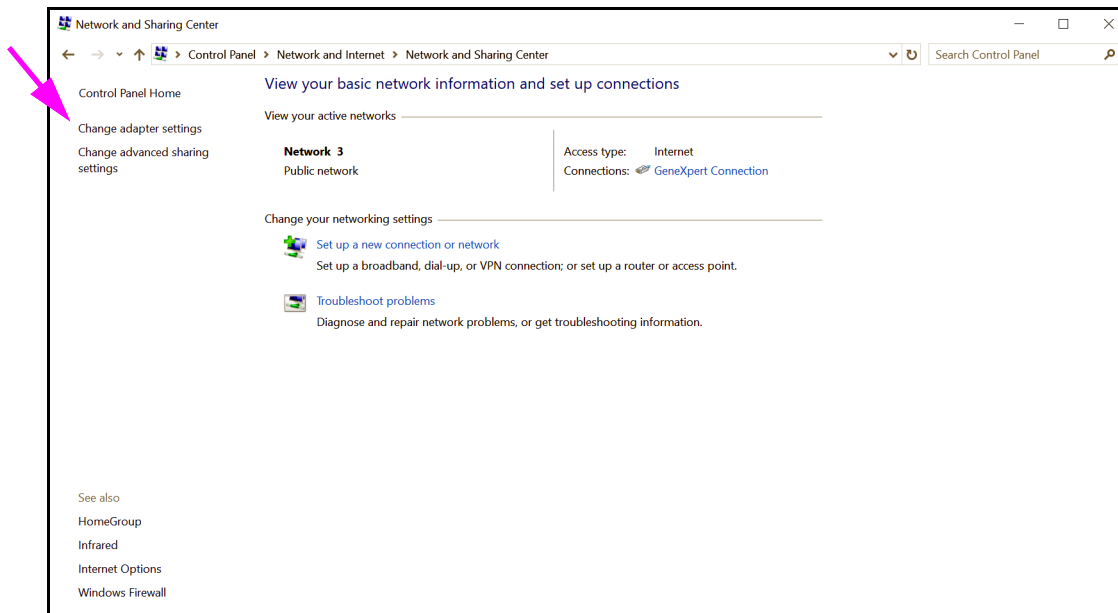

Figure 2-45. Écran Network and Sharing Center (Centre Réseau et partage)
4. Cliquer sur **View network status and tasks (Afficher l'état et la gestion du réseau)**. L'écran **Network and Sharing Center (Centre Réseau et partage)** s'affiche. Voir la Figure 2-45.